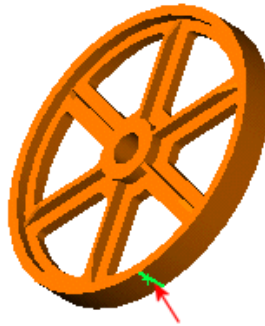

Рисунок 3.4 – Кромка для виводу сил реакцій
- г) Натисніть кнопку «Обновить» (рис. 3.4).